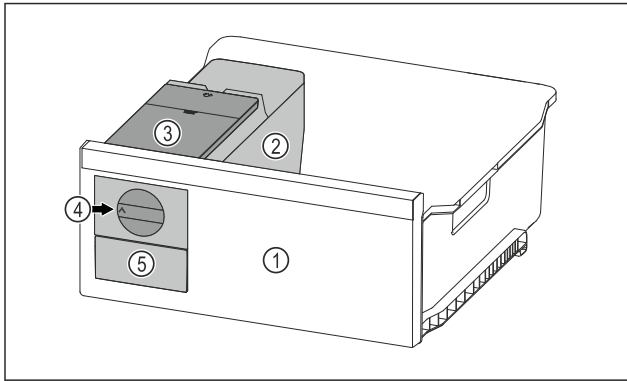

Fig. 104 Beispielfarbige Darstellung
- Drehknopf Fig. 104 (4) im Uhrzeigersinn bis zum Anschlag drehen.
- ▷ Eiswürfel fallen aus der Eiswürfelschale in das Eiswürfelschubfach Fig. 104 (5).